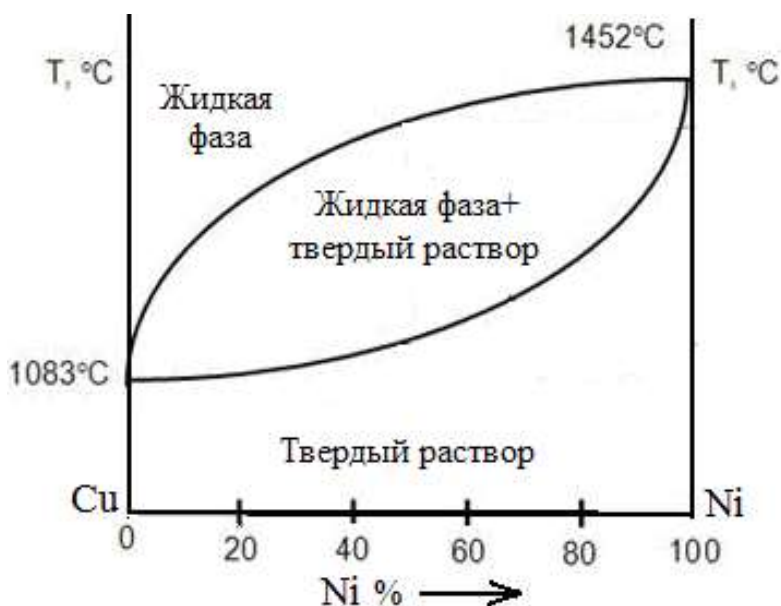

Рис. 1. Диаграмма состояния медь – никель (Cu - Ni)
**ЗАДАНИЕ 1.** Вычертите диаграмму состояния системы (рис. 1) и ответьте на следующие вопросы: